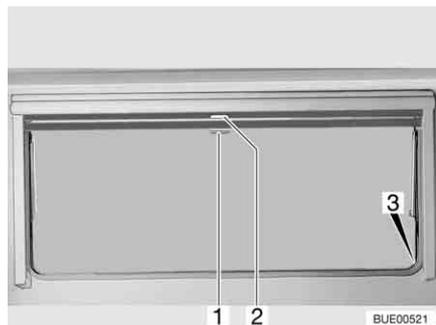

Fig. 83 Janela de projetar
- Puxe para baixo o estore opaco no manípulo (Fig. 83,2). Quando o estore opaco está completamente fechado, prenda-o de ambos os lados no fixador (Fig. 83,3) na moldura da janela.
- Quando o estore opaco está completamente fechado: Empurre o manípulo (Fig. 83,2) para baixo, puxando-o ao mesmo tempo um pouco para dentro. Desprenda o estore opaco dos fixadores no lado esquerdo e no lado direito na moldura da janela.
- Quando o estore opaco se encontra em posição intermédia: Puxe o manípulo (Fig. 83,2) um pouco para baixo até o fixador ficar solto.
- Puxe para baixo a mosquiteira com o manípulo (Fig. 83,1) e pendure ambos os lados no fixador (Fig. 83,3) na moldura da janela.
- Empurre o manípulo (Fig. 83,1) para baixo, puxando-o ao mesmo tempo um pouco para dentro. Desprenda a mosquiteira dos fixadores no lado esquerdo e no lado direito na moldura da janela.